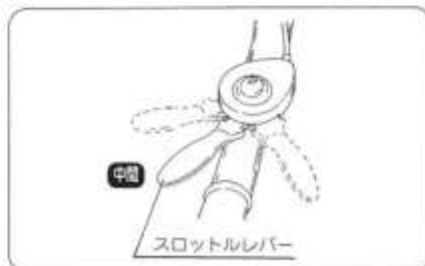

図23
② 発進の際は
- 発進の際は、回りの安全を確認しスロットルレバーも中間位より発進して安全運転に心掛けてください。(図23)